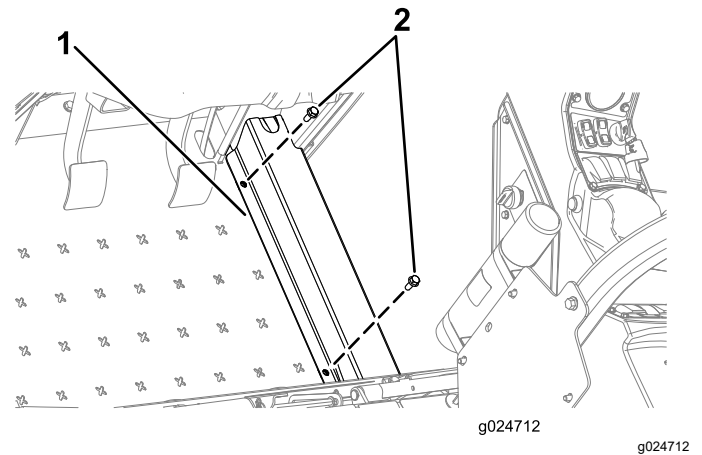
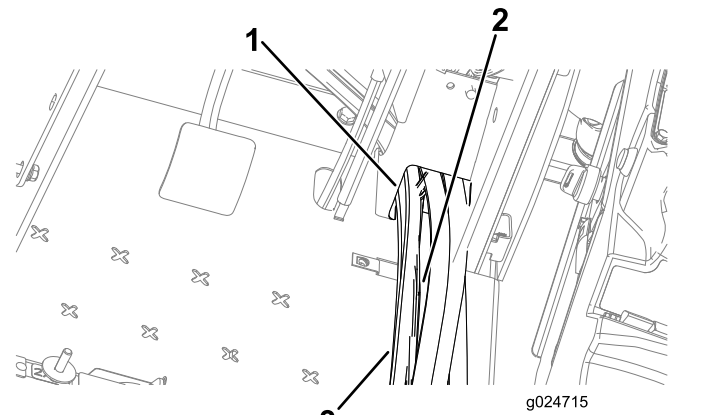

図 7
図 8
1. ホースカバーを機体に固定しているボルト2本を外してカバーを取り外す 図 7と図 8。